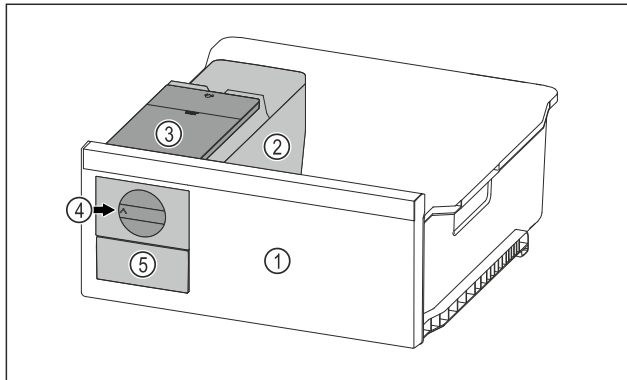

Fig. 123 Примерно изображение
- ▶ Завъртете въртящото се копче *Fig. 123 (4)* по часовниковата стрелка до упор.
- ▷ Ледените кубчета падат от формата за ледени кубчета в чекмеджето за ледени кубчета *Fig. 123 (5)*.